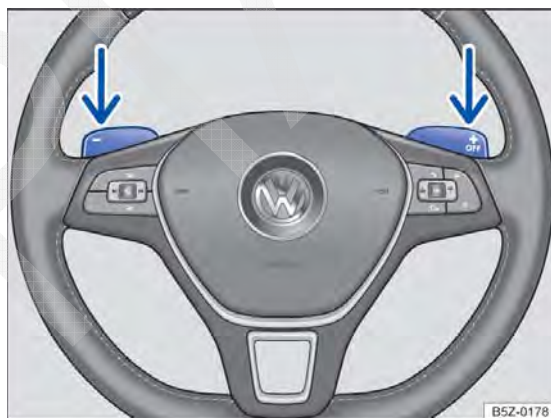

Fig. 106 Volante com dois seletores para troca de marcha no modo manual.
- No programa de condução **D**, **S** ou **M** (modo manual), acionar os seletores basculantes no volante → Fig. 106.
- **OU:** engatar com as chaves de mudança no volante → Fig. 106.